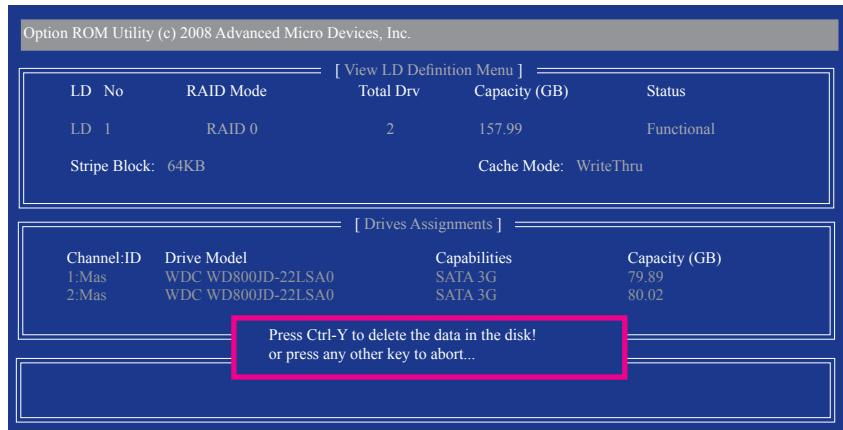

図9
2. View LD Definition Menu が表示され（図9を参照）、このアレイに割り当てられたドライブを示します。中断するアレイまたは保管キーを削除する場合、<Ctrl>+<Y> を押します。